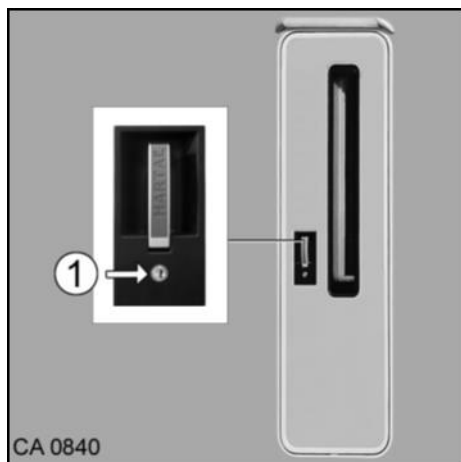

Fig. 49 Extérieur de la portière d'accès
1. Introduire la clé dans la serrure (Fig. 49/1) et la tourner dans le sens horaire jusqu'à ce que le verrou soit déverrouillé.
1. Fermer la portière. Introduire la clé dans la serrure (Fig. 49/1) et la tourner dans le sens anti-horaire jusqu'à ce que la verrou soit verrouillé.